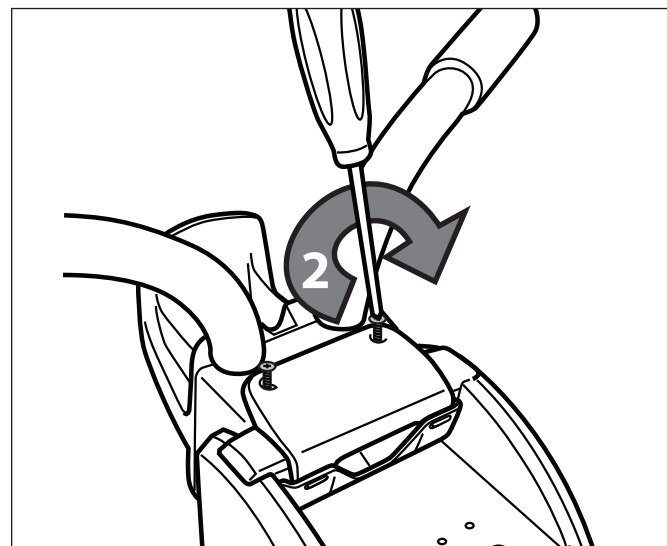

Figura 14. Sujetando la placa de fijación
3. Sujete la placa de fijación con los tornillos de cabeza Phillips. No apriete en exceso. Vea la Figura 14.